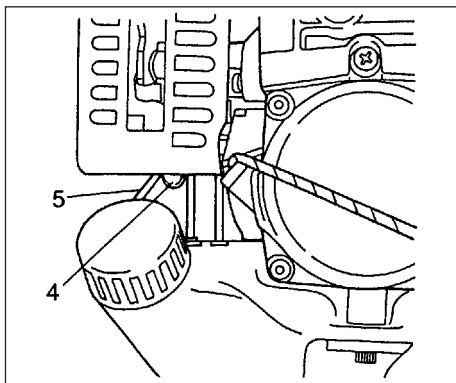
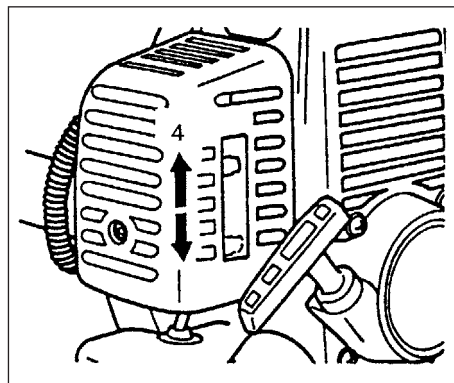

Рис. 2-2C
Рис. 2-3
* Несколько раз нажать на заливочный баллон (4), чтобы топливо потекло через обратную трубку (5) (при наличии) (Рис. 2-2C)
2. Если нажат предохранительный рычаг (2), потянуть дроссельное пусковое устройство и нажать блокировочную кнопку (3) (при наличии подобного оснащения), затем сначала медленно отпустить дроссельное пусковое устройство, затем предохранительный рычаг. При этом дроссель заблокируется в пусковом положении.
3. Установить рычаг заслонки в положение CLOSED (ЗАКРЫТО) (4). (Рис. 2-3)